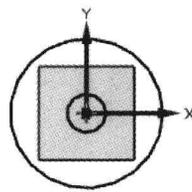

图 2.2 绘制圆
(1) 选择下拉菜单 **插入(I)** → **曲线(C)** → **圆(C)** 命令。选中“圆心和直径定圆”按钮 ,粗略地绘制图 2.2 所示的两个圆(注意圆 1 和圆 2 的圆心与原点重合)。